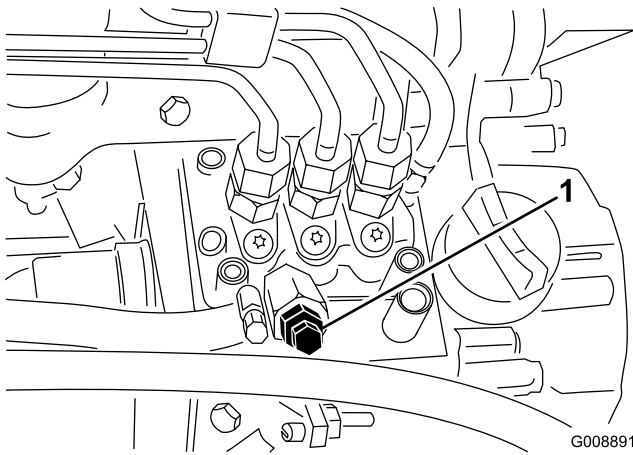

Figura 23
3. Abra el tornillo de purga de aire de la bomba de inyección de combustible (Figura 23).